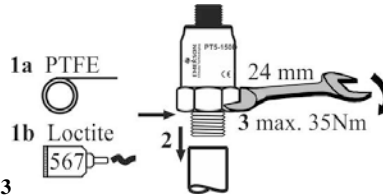

Fig. 3
**Connexion NPT du PT5-150D (Fig. 3)**